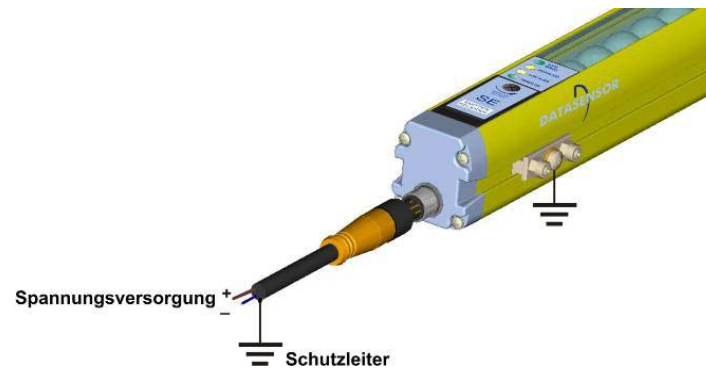

Abb. 14
- Abb.14 zeigt den fachgerechten Anschluss sowohl des Senders bzw. Empfängers als des Kabels im Falle von Erdung.
- Befolgen Sie das auf S.20 in Abb.14 gezeigte Schema, falls Sie die Erdung des ganzen Systems vornehmen wollen.